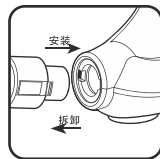

图2
- 将软管接头握住，软管上的两个钩子对进风口处的两个缺口，用力往里推至“喀嚓”声(如图2)。
- 如果拆卸软管，握住软管接头上的按钮，按下并向外拔出即可(如图2)。